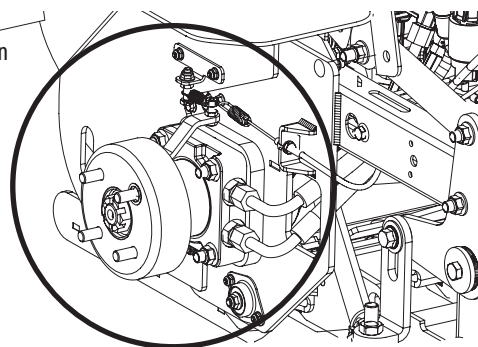

Figure 20
- Nettoyez autour et à proximité de la transmission, de l'essieu et de la zone du ventilateur (Figure 20).